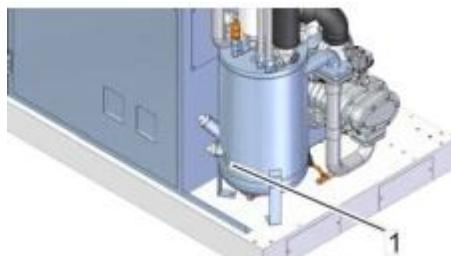

Рис. 30: Проверка уровня охлаждающей жидкости с помощью смотрового стекла
7. Проверьте уровень охлаждающей жидкости посредством смотрового стекла (Рис. 30/1) и при необходимости долейте в соответствии с инструкциями, приведёнными в Разделе 7.4.3 «Контроль уровня охлаждающей жидкости / Дозаливка охлаждающей жидкости» на стр. 52.